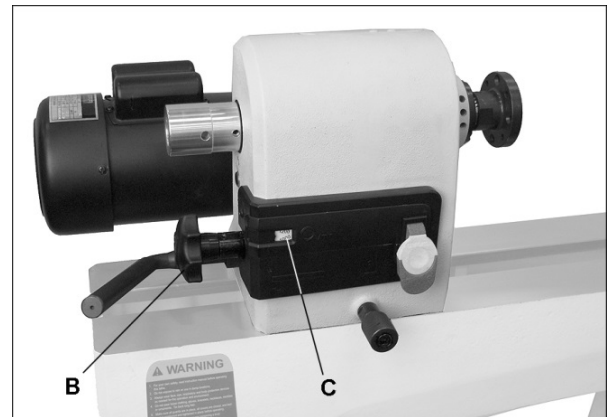

Fig 26
Mit dem Drehgriff (B, Fig 26) kann die Spindeldrehzahl verstellt werden. Das Sichtfenster (C) zeigt die eingestellte Drehzahl in U/min.